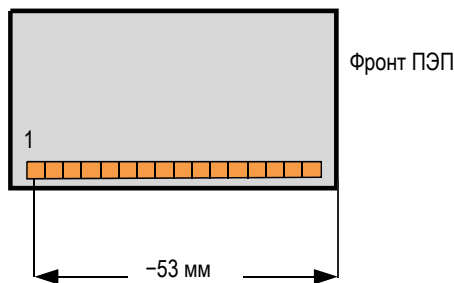

Рис. 4-4 Измерение опорной точки ПЭП
- a) В кнопке **Опорн. точка** введите опорную точку ПЭП, которой является расстояние между фронтом преобразователя и центром первого элемента ПЭП (см. Рис. 4-4 на стр. 115).